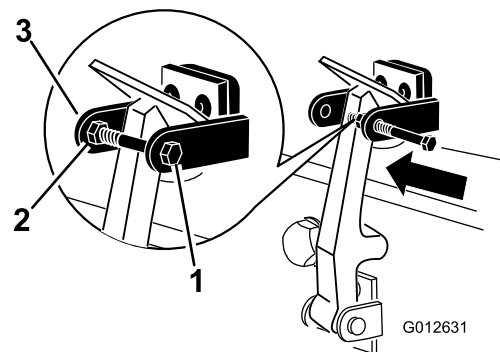

図 6
- フードラッチブラケットのもう一つのアームにボルトを差し込んでラッチをロックする 図 6。ボルトをしっかり締め付けるが、ナットは締め付けない。